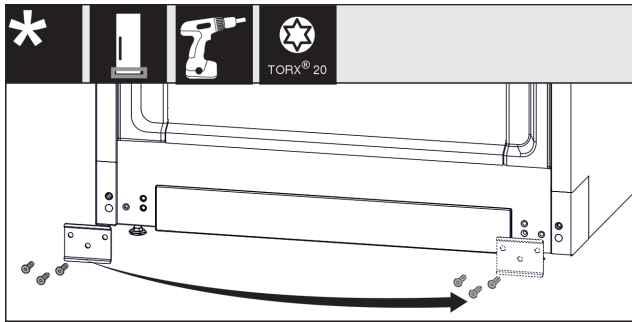

Fig. 13
- ▶ Plaat losschroeven, naar de andere kant omzetten en weer vastschroeven. Fig. 13 (1)